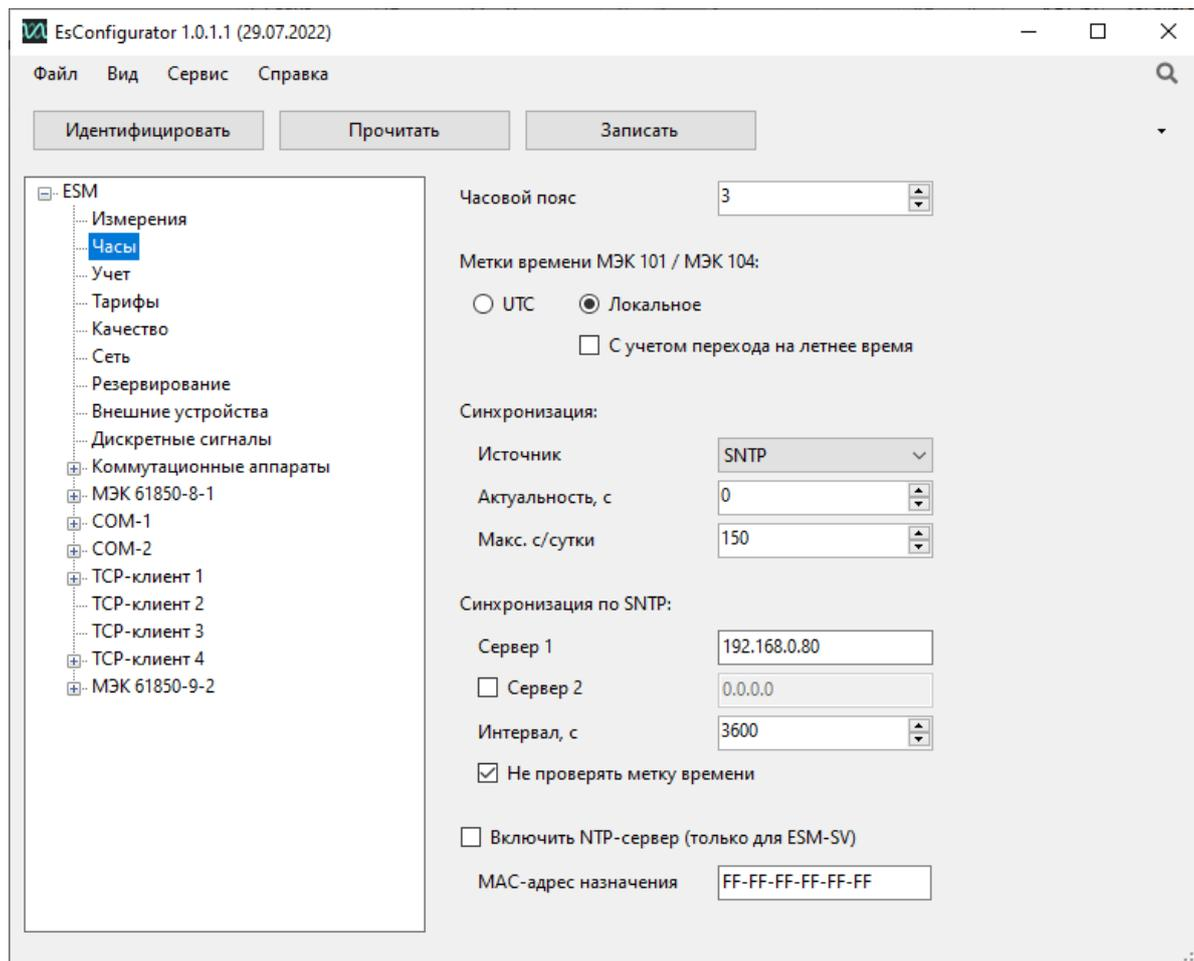

Рисунок 7.4. Вкладка настроек «Часы» ESM в ПО «ES Конфигуратор»
7.4.1 На вкладке «Часы» представлены настройки синхронизации и формат передаваемых меток времени измерений и событий (рис. 7.4):